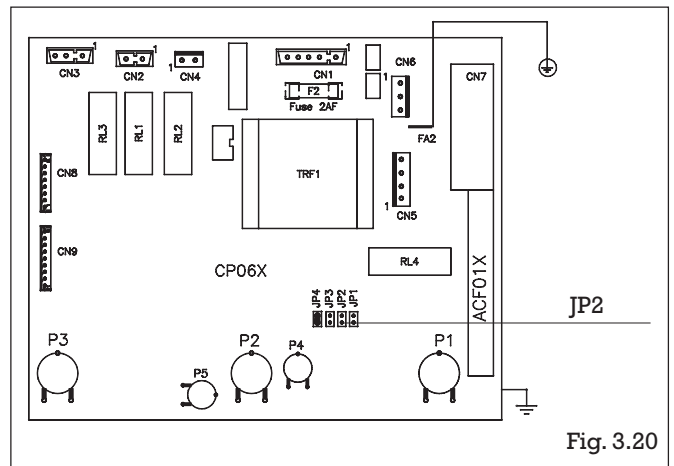

Fig. 3.20
- mettre en place le shunt électrique JP2 (fig. 3.20)